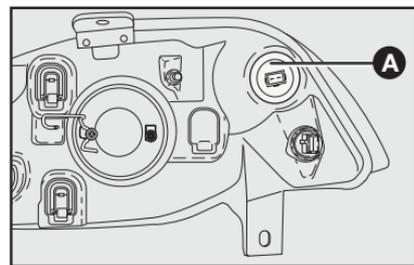

fig. 39
2) Retirar o porta-lâmpadas **A-fig. 39** girando-o no sentido anti-horário;